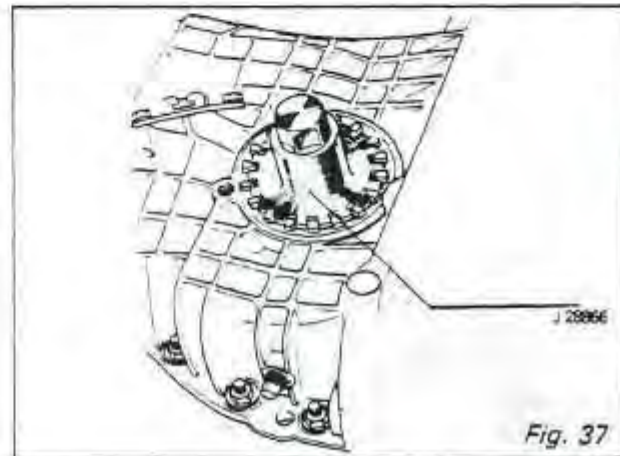

Fig. 37
12. Remove the ring nut using Tool J28866. (Fig. 37)